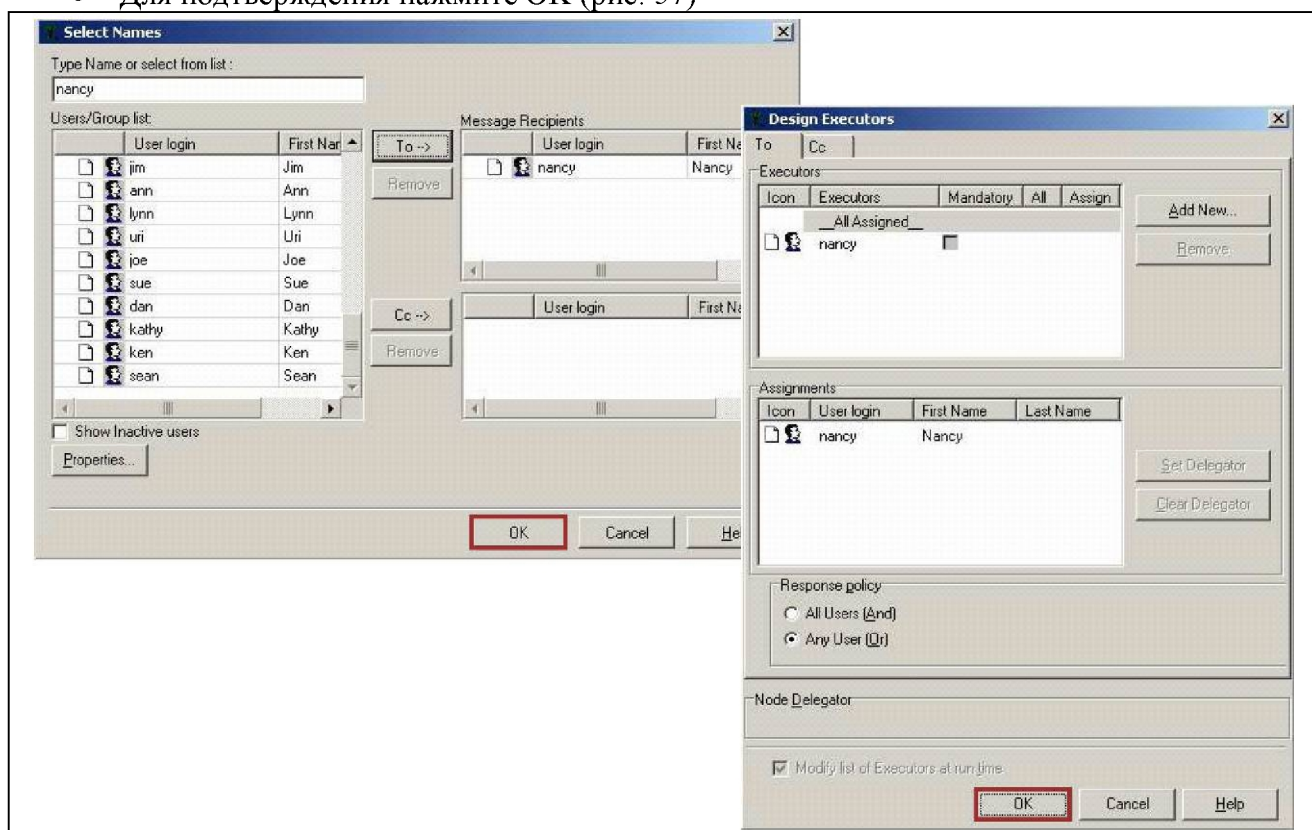

Рис.57. Смена исполнителя
- Для подтверждения нажмите ОК (рис. 57)